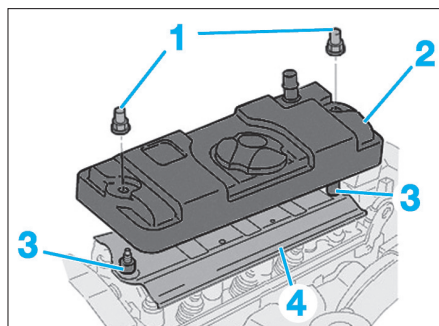

Fig. 40
- les écrous (1) (Fig.40),
- le couvre-culasse (2),
- les entretoises (3),
- la tôle déflectrice (4).